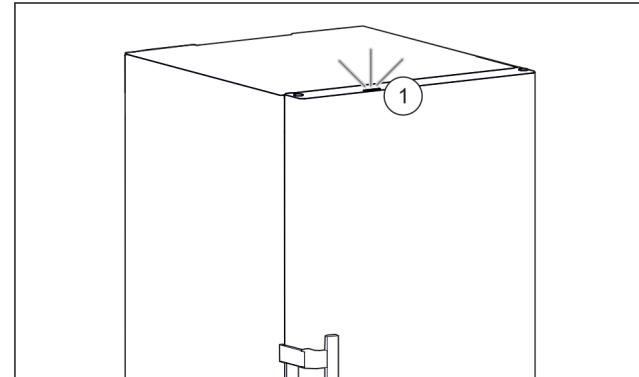

Fig. 41 Voyant d'état actif lorsque la porte est fermée
- Le voyant d'état Fig. 41 (1) est activé.